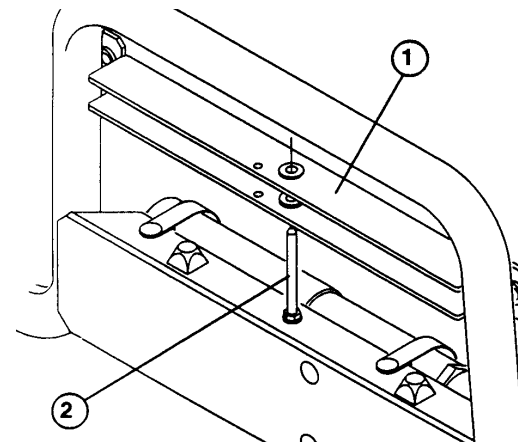

Bild 10
- B. Die Flachmuldensicherheitsstütze aus der Ruhestellung auf dem Grundplattenstütz-U-Profil am Workman entfernen (Bild 10).